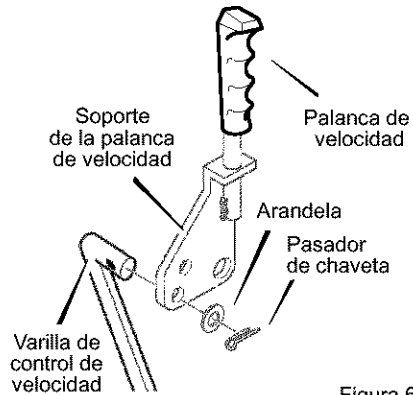

Figura 65
2. Conecte la **varilla de control de velocidad** (*extremo en ángulo de 90°*) al **soporte selector de velocidad** con la **arandela** y el **pasador de chaveta**. Vea la Figura 65.